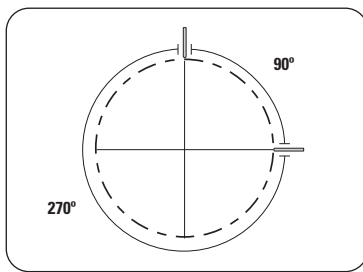

FIGURA 8.2 - VERIFICAÇÃO DAS FOLGAS AXIAL DO ACOPLAMENTO
6. Para alinhar o conjunto, se necessário, solte os parafusos que fixam o motor na base e calce-o. Depois de apertar os parafusos de fixação do motor na base, verifique novamente o alinhamento utilizando um calibrador de lâminas. Confira a folga axial do acoplamento de 90 em 90 graus, conforme Figura 8.2.